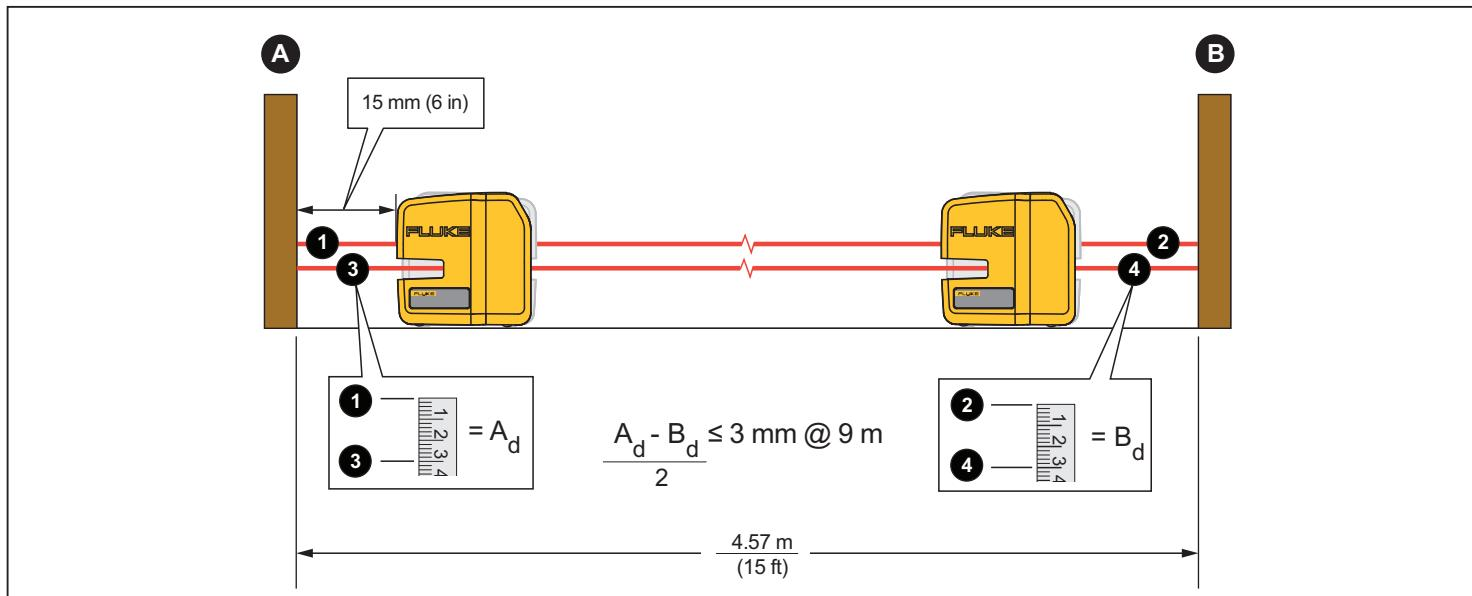

图 5. 水平激光精度
1. 找到一个几近平坦的水平场地作为目标，最好是一块 $\geq 7.62\text{ m}$ (25 ft) 宽的混凝土板，并带有两堵相对的墙。也可以将废木料作为目标。请参阅图 5。